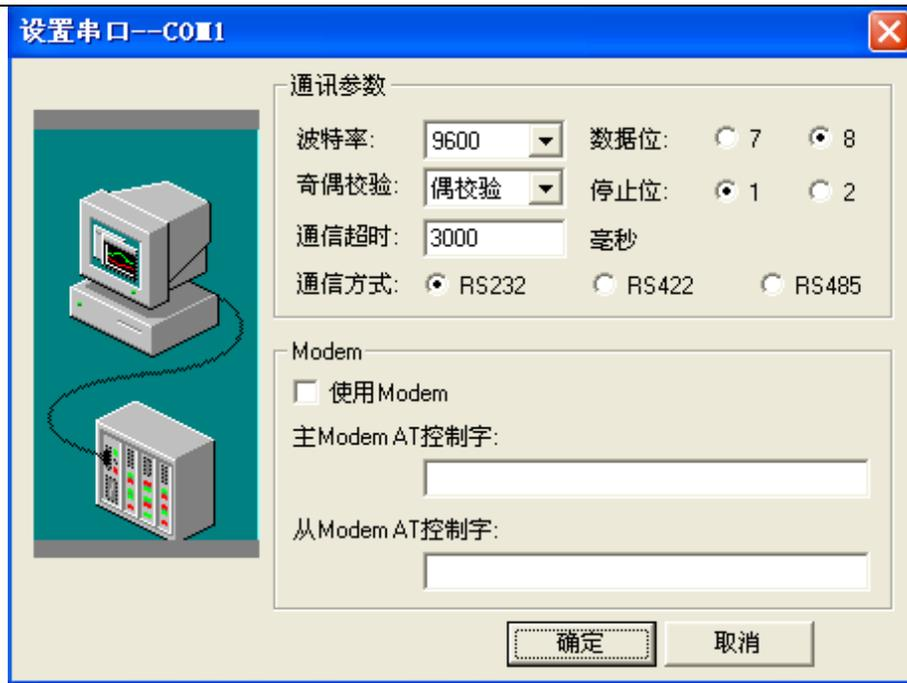

图 2-25
8、双击 Com2 口，弹出串口通讯参数设置对话框，如图 2-25 所示。